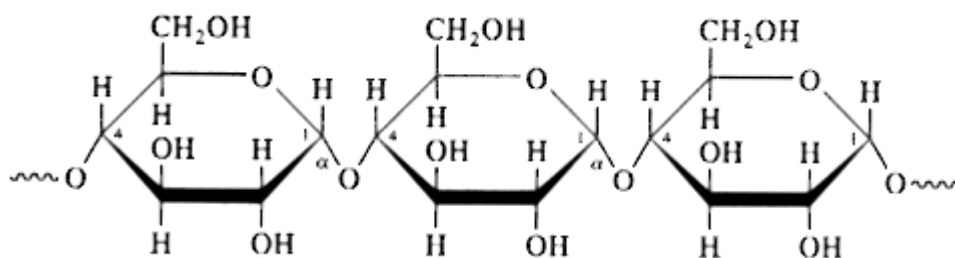

Figure 52 : Structure de l'amylose
**a. L'amylose** représente 15 à 30% de la masse de l'amidon. C'est un polymère linéaire de résidus glucose liés par une liaison  $\alpha$ -(1,4)-D-glucosidique (**figure 52**). Cette longue chaîne prend la forme d'une hélice (6 résidus de glucose par tour d'hélice), stabilisée par des liaisons hydrogène entre les groupements hydroxyle et les molécules d'eau.